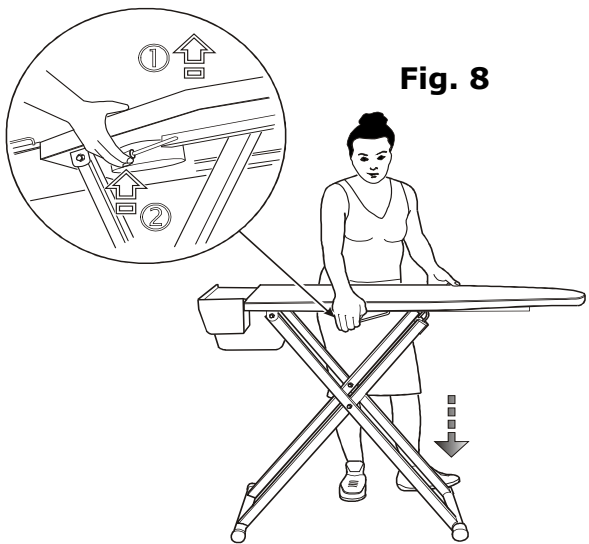

Fig. 8
2. Alzare leggermente il tavolo verso l'alto e schiacciare completamente la leva dell'asse (fig. 8). **ATTENZIONE:** se prima non si alza leggermente il tavolo verso l'alto sarà impossibile riuscire a premere completamente la leva e quindi ad abbassare il tavolo.